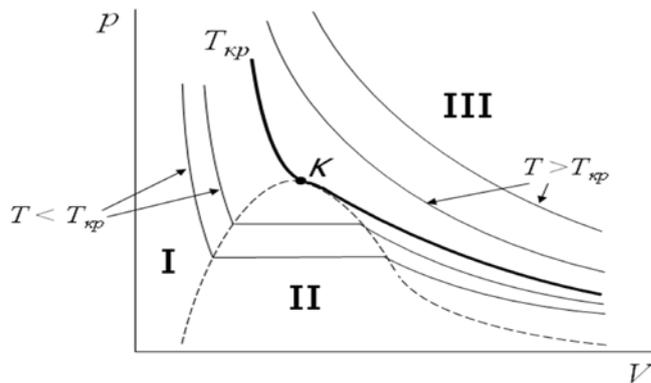
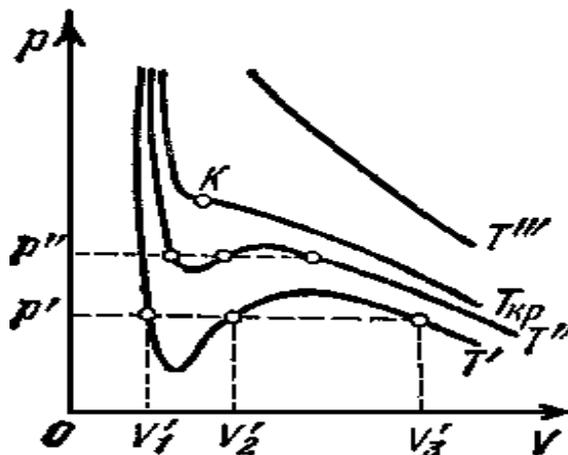

Рис.1. Реальные изотермы вещества в газообразном и жидком состояниях.
Рис.2. Изотермы, соответствующие уравнению Ван-дер-Ваальса.
Для реального вещества и для модели Ван-дер-Ваальса графики изотерм (рис.1 и 2) могут существенно отличаться от подобных графиков для идеального газа, которые имеют вид гипербол (1).
Как видно из рисунков, при температурах выше **критической** ( $T_{кр}$ ) газообразное вещество ведет себя почти, как **идеальный газ**. При температуре ниже критической вещество может находиться в газообразном состоянии (область III, рис.1), в жидком состоянии (область I, рис.1) и в состоянии равновесия
жидкой и газообразной (пара) фаз данного вещества (область II, рис.1).
В области, где у реального вещества присутствует смесь жидкой и газообразной фаз, наблюдается **горизонтальный** участок изотермы реального вещества (рис.1). В отличие от этого на изотерме газа Ван-дер-Ваальса (рис.2) такой участок отсутствует и заменяется так называемым "S-образным завитком" (участок  $V_1' - V_3'$  на рис.2), который описывает нереализуемые состояния и состояния, реализуемые в особых условиях. Более подробное описание процессов можно найти в учебнике [1], §62.